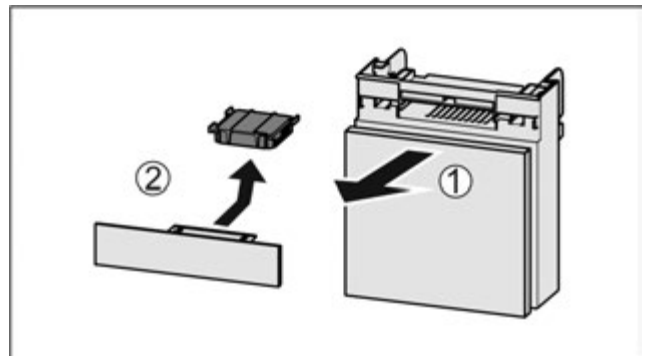

Fig. 99
- ▶ Потягніть Fig. 99 (1) відділення вперед.
- ▶ Витягнути Fig. 99 (2) фільтр з активованого вугілля.